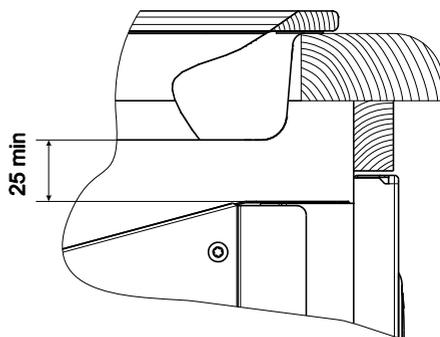

рис. 3
■ При совместной установке варочной панели и духового шкафа необходимо учитывать выступание корпуса варочной панели из нижней части столешницы и верхней части корпуса духового шкафа. Соприкосновение не допускается. Рекомендуемый воздушный зазор не менее 25мм (см. рис. 3).